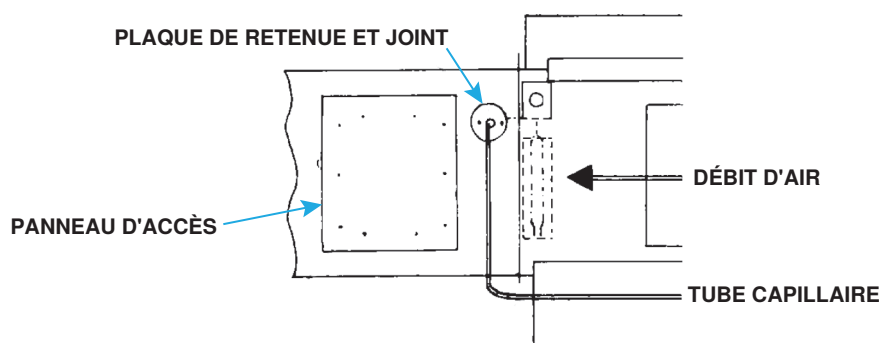

Figure 22. Installation du capteur capillaire
- (2) À l'emplacement de conduit sélectionné, marquez et découpez un trou de 1/2 pouce qui sera scellé avec un joint et une plaque de retenue (voir Figure 22). Insérez le capteur et le tube capillaire dans le trou.
- (3) Retirez le panneau d'accès aux conduits (voir Figure 22) et installez le capteur dans le support du capteur de manière à ce qu'il détecte la température de l'air lorsqu'il circule à travers les trous du support.
- (4) Placez le support du capteur et l'ensemble de la boîte de jonction à l'intérieur du conduit de manière à ce que le capteur soit protégé du flux d'air direct et fixez la boîte de jonction au conduit à l'aide de quatre vis à tôle #6 fournies sur site.
- (5) Faites glisser le joint (fente coupée) et la plaque de retenue du trou sur le tube capillaire. Avec le joint à côté des conduits, installez la plaque de retenue des trous et fixez-la à l'aide des vis à tôle fournies sur place.
- (6) Fermez le panneau d'accès des conduits.